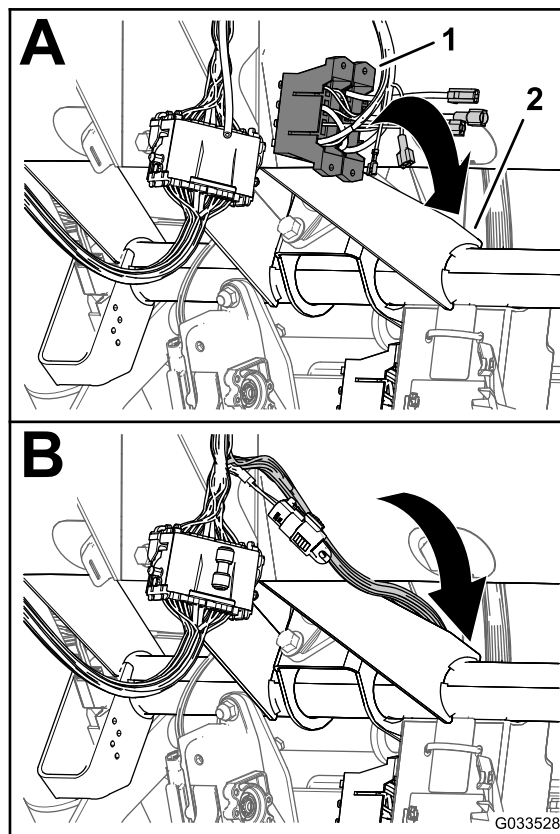

Figura 24
1. Nel quadro di comando dell'irroratrice, disponete la diramazione del cablaggio preassemblato anteriore con i portafusibili tra la parte inferiore del cruscotto e il tubo trasversale dello chassis della macchina e verso il basso, verso il lato anteriore del portafusibili della macchina (Figura 24).